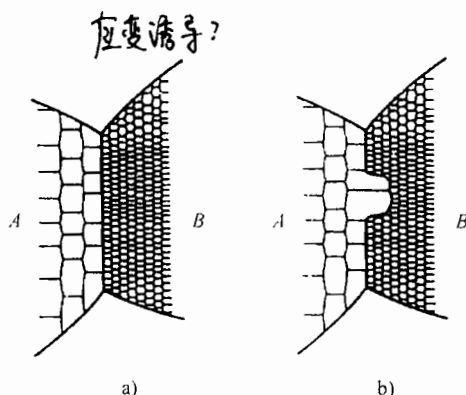

图 10-5 第八题第 3 个小题图
3. 图 10-5 示意画出一种常见的再结晶形核机制，请解释该地点优先形核的原因和形核过程。